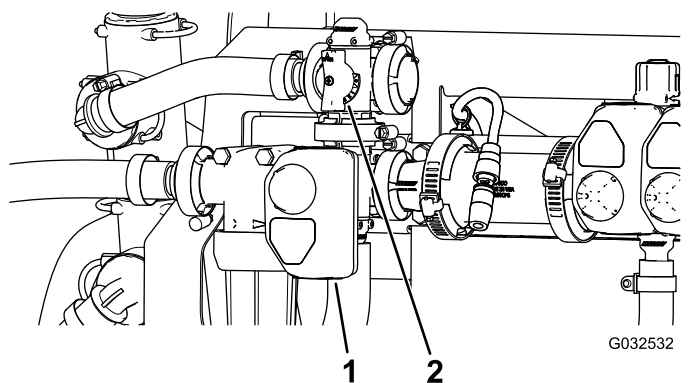

Figura 49
10. Regolate la valvola di bypass dell'agitatore (Figura 49) sul lato posteriore della valvola dell'agitatore fino a quando la pressione dell'impianto di irrorazione indicata sul misuratore non è pari a 6,9 bar.